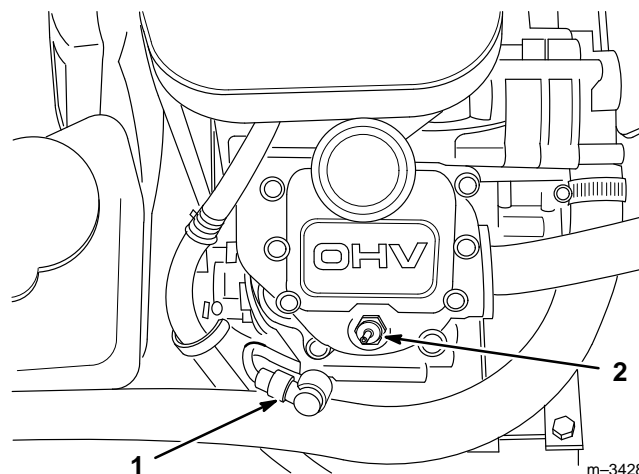

Figure 30
3. Débrancher le(s) fil(s) de la/des bougies (Fig. 30). Nettoyer tout autour des bougies pour ne pas introduire dans le moteur de la saleté qui risque de l'endommager.
3. Reconnecter les fils des bougies (Fig. 30).